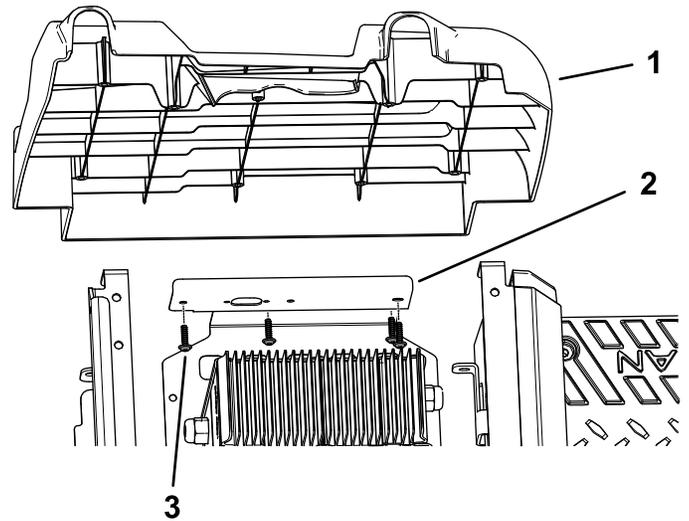

Figure 6
2. Utilisez une clé à douille T30 pour retirer les 4 vis Torx (M6,0 x 22 mm) qui fixent le support du chargeur au panneau latéral gauche (Figure 6).